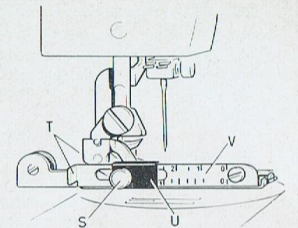

Abb. 70
- a) Bei gelüftetem Nähfuss wird die Schraube « S » (Abb. 70) gelockert, während man den Daumen der rechten Hand gegen den rechten Winkel « T » (in der Zeichnung nicht sichtbar, vom Nähfuss verdeckt) drückt und damit die bewegliche Sohle des Nähfusses verschiebt. Mit der anderen Hand verstellt man den Läufer « U » so weit, bis sein vorderes Ende auf den Wert der Gradeinteilung « V » zeigt, den man für die Anfertigung des Knopfloches benötigt. Danach wird die Schraube « S » wieder angezogen.